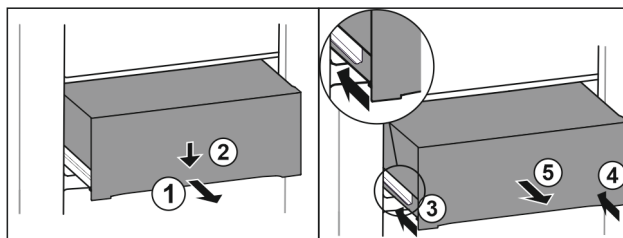

Fig. 183
- Schubfach halb herausziehen. Fig. 183 (1)
- Schubfach an der Vorderseite nach unten drücken. Fig. 183 (2)
- Linke Schiene etwa 2 cm einschieben. Fig. 183 (3)
- Rechte Schiene etwa 2 cm einschieben. Fig. 183 (4)
- Schubfach nach vorne entnehmen. Fig. 183 (5)